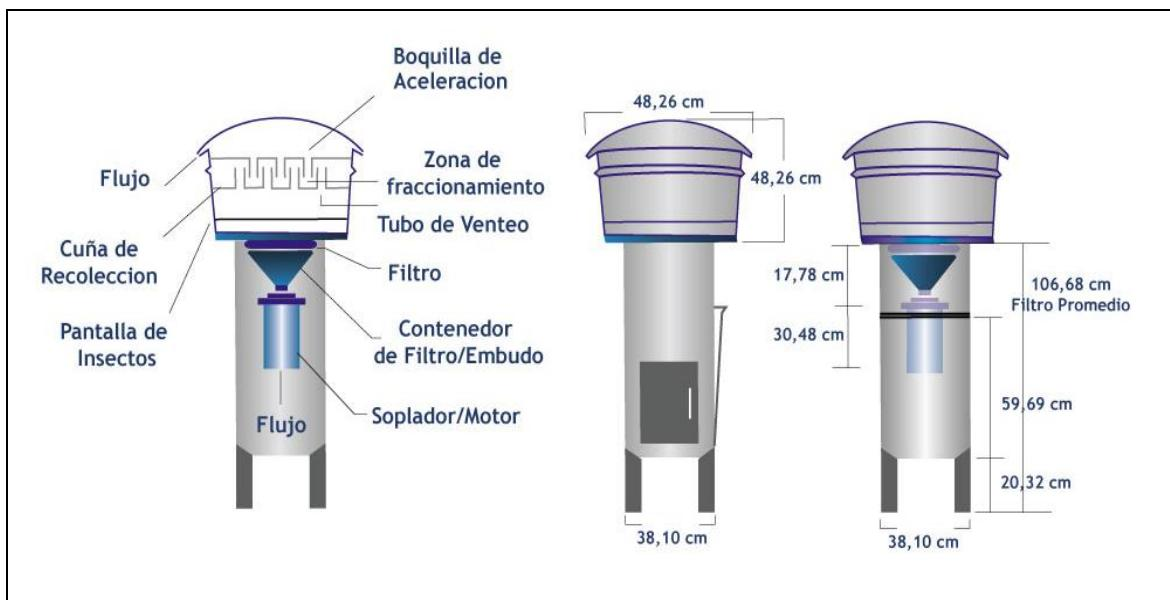

Figura 1. Muestreador Hi Vol PM10. Fuente: Manual de diseño del PMSCA.
6.1. Método de Operación: Un muestreador de alto volumen (muestreador activo) es un equipo que succiona una cantidad medible de aire ambiente hacia una caja de muestreo a través de un filtro durante un periodo de tiempo conocido, generalmente 24 horas (Ver Figura 1). El filtro es pesado antes y después para determinar el peso neto ganado. El volumen total de aire muestreado se determina a partir de la velocidad promedio de flujo y el tiempo de muestreo. La concentración total de partículas en el aire ambiente se calcula como la masa recolectada dividida por el volumen de aire muestreado, ajustado a las condiciones de referencia. Existen dos muestreadores de este tipo que se diferencian en su controlador de flujo, pueden ser de sistema MFC (controlador de flujo de tipo másico) o VFC (controlador de flujo de tipo volumétrico). En el SVCA de CORPOGUAJIRA se utilizan equipos o muestreadores de PM10 con controlador de flujo tipo másico (MFC).